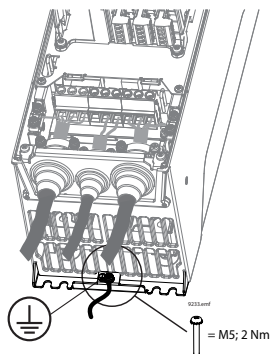

Figura 29. Conector adicional de ligação à terra de proteção
**NOTA:** são necessários dois condutores de proteção nos termos da norma EN61800-5-1. Consulte a Figura 29 e o capítulo Ligação à terra e proteção contra falhas à terra. Utilize um parafuso de tamanho M5 e aperte-o com um binário de 2,0 Nm (17,7 lbs.-pol.).